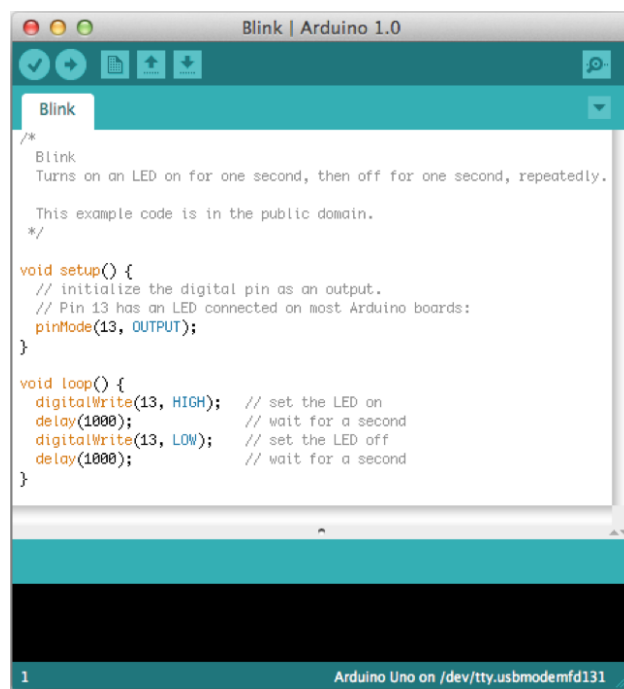

Figura 12. Programa de parpadeo del LED de la salida digital 13 en el IDE de Arduino
2. Implementar el programa de parpadeo de LED para que encienda y apague un LED independiente sobre la placa de prototipado conectado a la salida digital 9 (ver Figura 12) a un intervalo de 1.5 segundos. Seguir el siguiente recorrido: